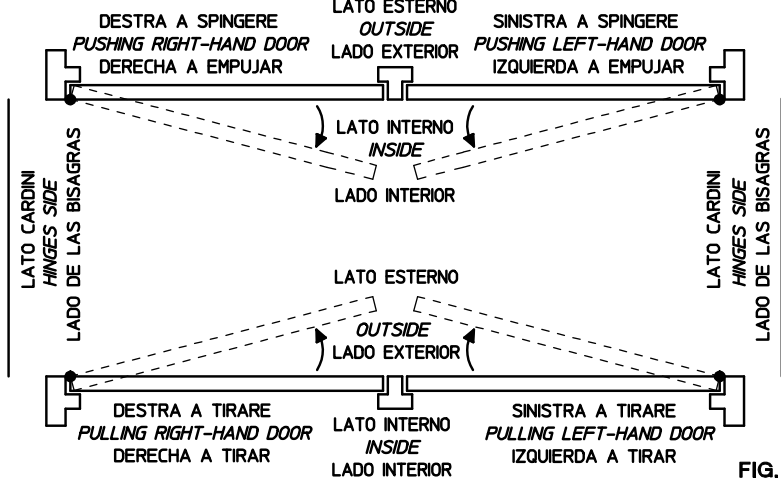
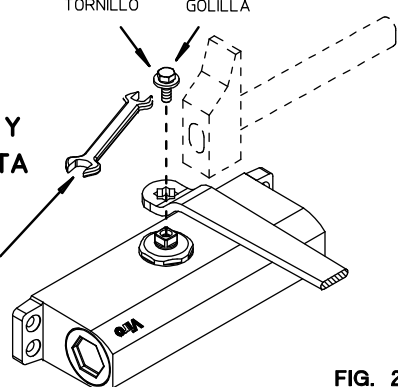

FIG. 1
FIG. 2
1. IDENTIFICARE IL SENSO DI APERTURA DELLA PORTA UTILIZZANDO LO SCHEMA DI **FIG.1** E, SERVENDOSI DELLA DIMA DI MONTAGGIO, MARCARE LE POSIZIONI DELLE VITI DI FISSAGGIO SULLA PORTA E SULLO STIPITE E PREPARARE I FORI.
1. CHECK THE DOOR OPENING DIRECTION USING THE **FIG.1** SCHEME AND USE THE INSTALLATION TEMPLATE TO MARK THE POSITION FOR THE FIXING SCREWS ON THE DOOR AND ON THE FRAME AND PREPARE THE HOLES.
2. ASSEMBLE ARM AND BODY AS SHOWN ON **FIG.2** AND FIX THE TWO PARTS TOGETHER USING WASHER AND SCREW SUPPLIED WITH THE DOORCLOSER.
1. IDENTIFICAR EL SENTIDO DE ABERTURA DE LA PUERTA UTILIZANDO EL ESQUEMA DE **FIG.1** Y UTILIZANDO LA PLANTILLA DE MONTAJE, MARCAR LAS POSICIONES DE LOS TORNILLOS DE FIJACIÓN EN LA PUERTA Y EN EL MARCO Y PREPARAR LAS PERFORACIONES. APAREAR EL BRAZO AL REMACHE COMO INDICADO EN **FIG.2** Y FIJAR LAS DOS PARTES UTILIZANDO LA GOLILLA Y EL TORNILLO EN DOTACIÓN. **NB. EL PRECISO ACOPLAMIENTO ENTRE EL REMACHE DEL CIERRAPUERTA Y EL BRAZO PUEDEN NECESITAR EL USO DE UN MARTILLO.**